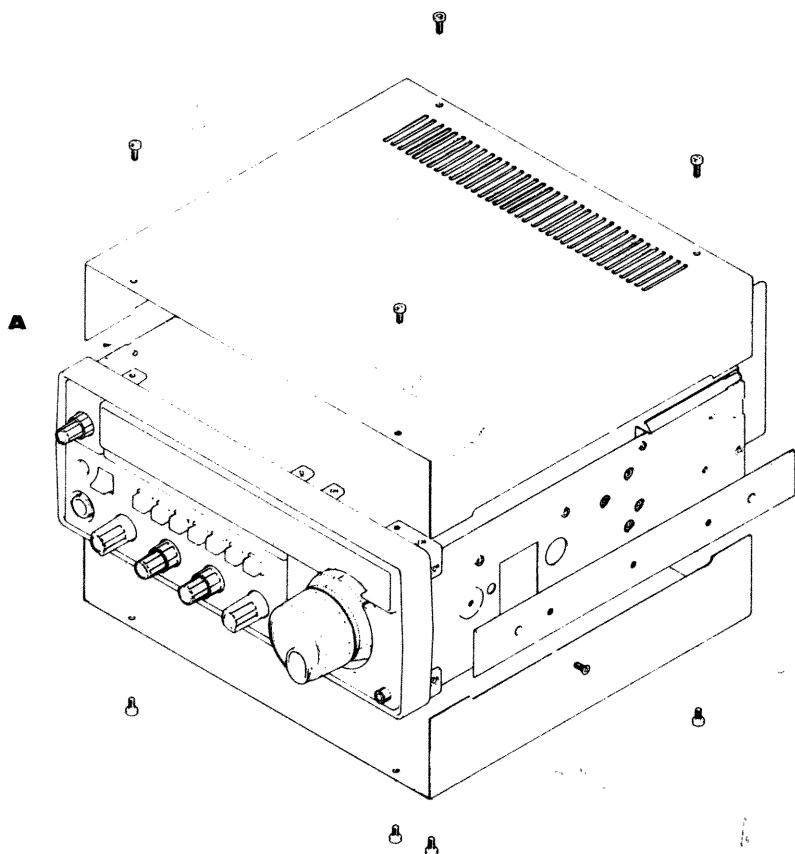

FIG. 1
- 1 Riferendosi alla Fig.1 togliere il coperchio superiore del ricetrasmittitore.